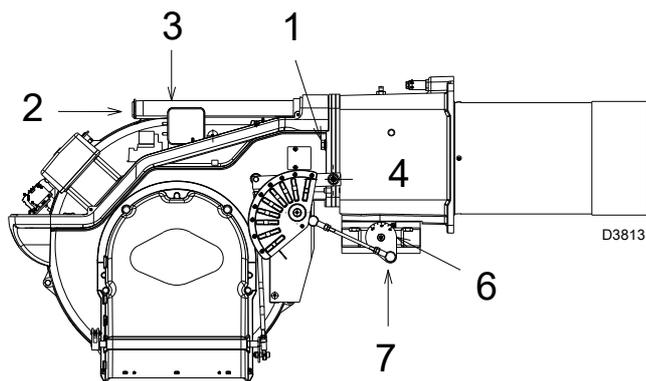

图 19
- 将燃烧器重新装回到滑杆 3) (图 19) 上离管路接口 4) (图 19) 约 100mm 的位置；
- 用螺丝 1) (图 19) 将燃烧器固定在多岐管上。
- 将连杆 7) 重新与刻度盘 6) (图 19) 连接。